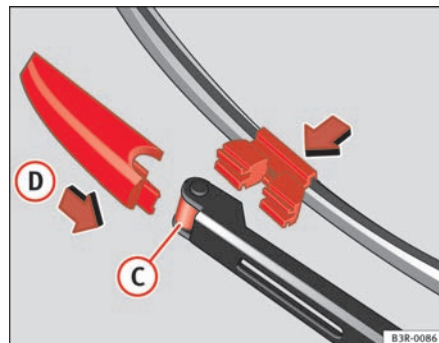

Fig. 170 Montaggio della spazzola
- Applicare la nuova spazzola al braccio del tergicristallo ⇒ fig. 170 (C).
- Spingere il blocco della spazzola in direzione (D) finché non scatta.